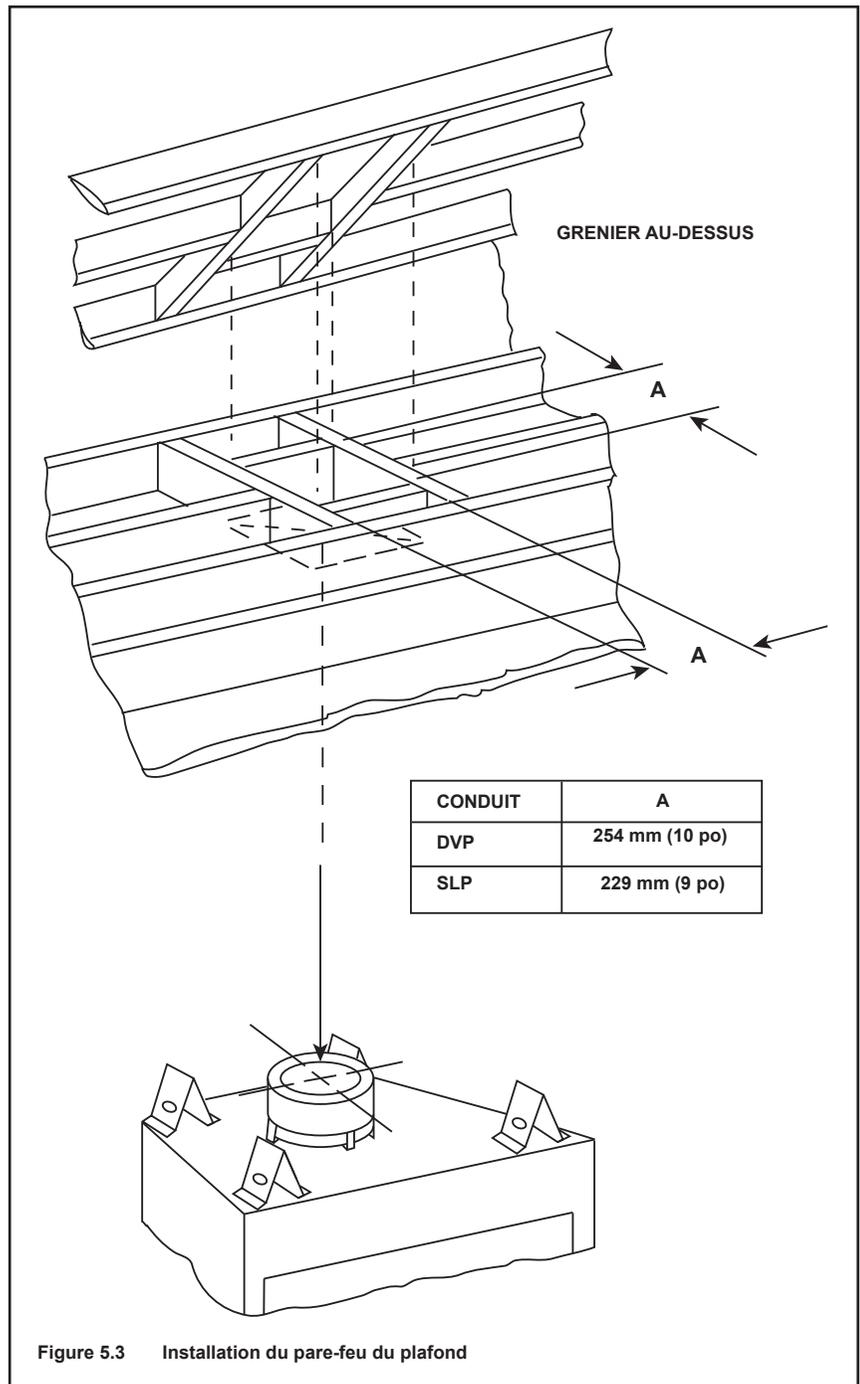

Figure 5.3 Installation du pare-feu du plafond
- **Conduit DVP seulement** - encadrez une ouverture de 254 mm par 254 mm. (10 x 10 po) quand le conduit d'évacuation traverse un plancher/plafond (voir la figure 5.3).
- **Conduit SLP seulement** – Ouverture du coffrage 229 x 229 mm (9 x 9 po) (9 x 9 po) quand le conduit d'évacuation traverse un plancher/plafond (voir la figure 5.3).